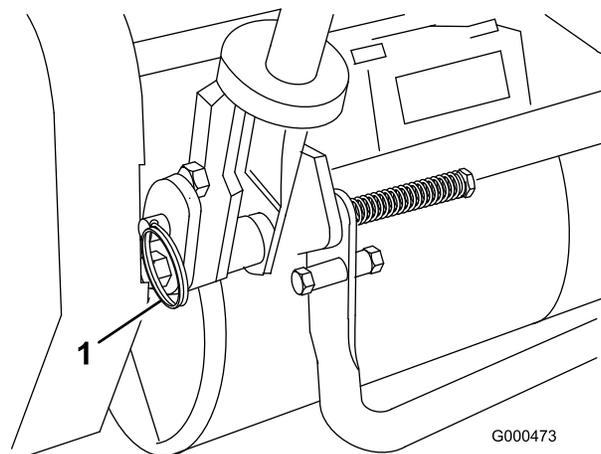

図 12
1. 機体左右のリング・ピンからヘアピン・コッターを抜き取る(図 12)。
2. ハンドルを支えながら、左右のリング・ピンを抜き、ハンドルを希望の高さにセットする(図 12)。